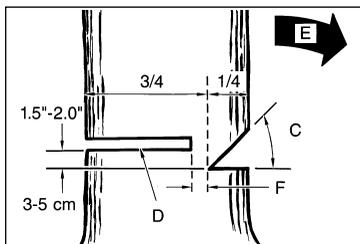

Рис. 11В
Сделайте основной пропил (D) с противоположной стороны ствола, на 3–5 см выше края запила (С) (Рис. 11В).